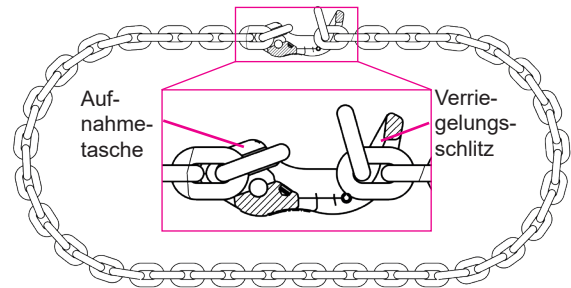

Abb. 9: Montage Kranzkette
- Bei Kranzketten ist die kürzeste Verkürzungsmöglichkeit wie folgt (Abb. 9):